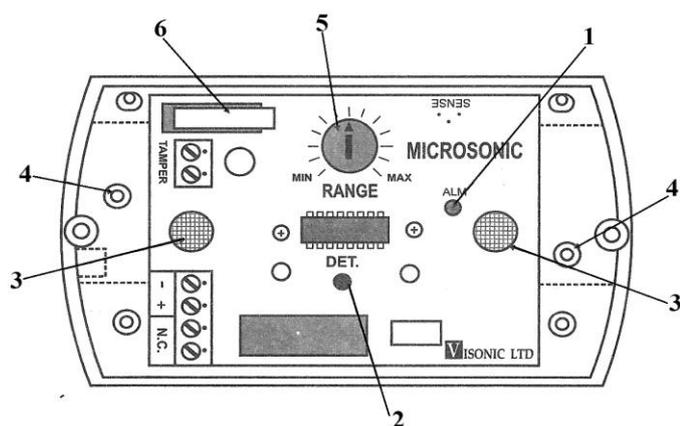

Рис. 1. Индикаторные светодиоды: 1 – ТЕСТ; 2 – ТРЕВОГА; 3 – излучатель и приемник; 4 – монтажное отверстие; 5 – регулятор чувствительности; 6 – тампер.
3. Извещатель MICROSONIC применяется в закрытых помещениях для обнаружения движения в охраняемой зоне. Имеет одноблочную структуру. Корпус состоит из крышки и основания, в основании устанавливается плата извещателя. На плате размещены элементы (Рис.1 и слайд №.): излучатель и приемник, индикаторные светодиоды, регулятор чувствительности, тампер, колодка подключения.